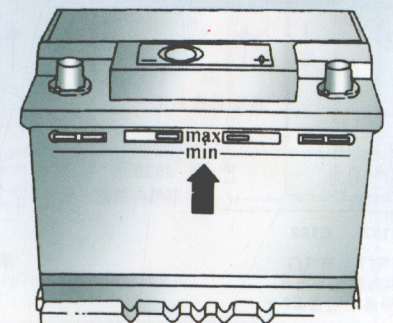

图2 蓄电池的液面标记
解液液面高度，这时可先撕下壳体上的塑料膜，注意不要撕下带警告说明的塑料膜，然后拧下堵塞。这时就可以看到蓄电池内的电解液液面高度。标准液面高度应在min及max标记之间，如图2中箭头所示。如液面过低，必须及时添加蒸馏水至max标记处。
1.6L BWG发动机(2006年10月版)/1.6L BJH发动机(2004年12月版)控制系统电路图2/2
1.6L AWB发动机控制系统电路图2/2
1.8L AGN发动机控制系统电路图2/2